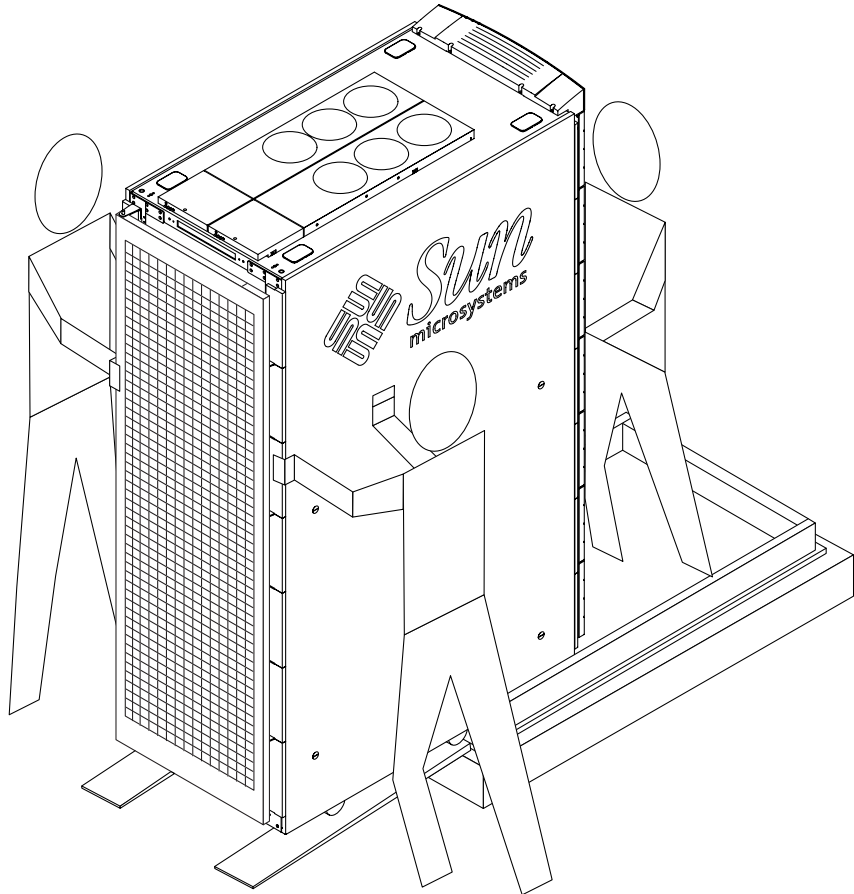

FIGURE 2-5 Retrait du système Sun Fire 6800 de la palette
9. Faites rouler le système lentement sur les rampes (FIGURE 2-5).